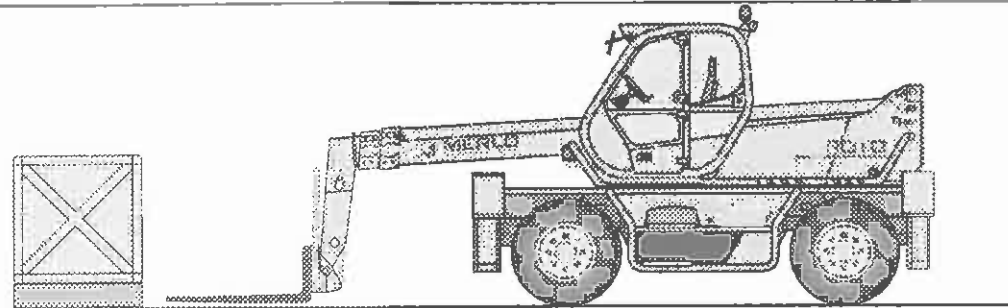
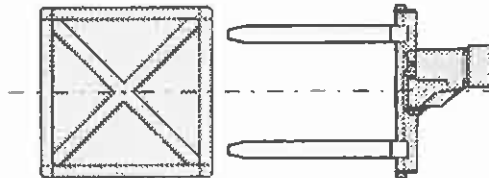

Fig.4
Fig.5
- die Maschine in der Nähe der anzuhebenden Last mit vollkommen eingefahrenem Hubarm und Gabeln in horizontaler Stellung positionieren (Abb.4)
- den Wähler der Gangschaltung (19) und den Wähler der Fahrtrichtung (20) in Position "N" drehen
- die Breite und die Zentrierung der Gabeln im Verhältnis zum anzuhebenden Gewicht einstellen (Abb.5)